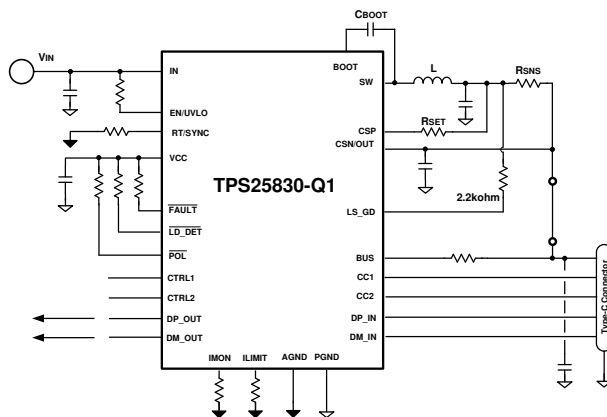
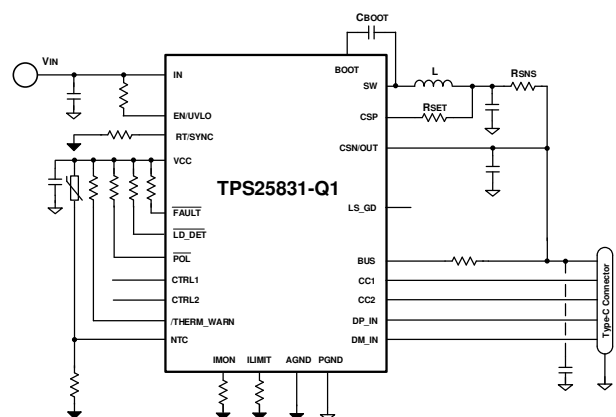

图 56. TPS25830-Q1 Buck Average Current Limit
图 57. TPS25831-Q1 Buck Average Current Limit
- Buck Average Current Limit 图 56, 图 57: